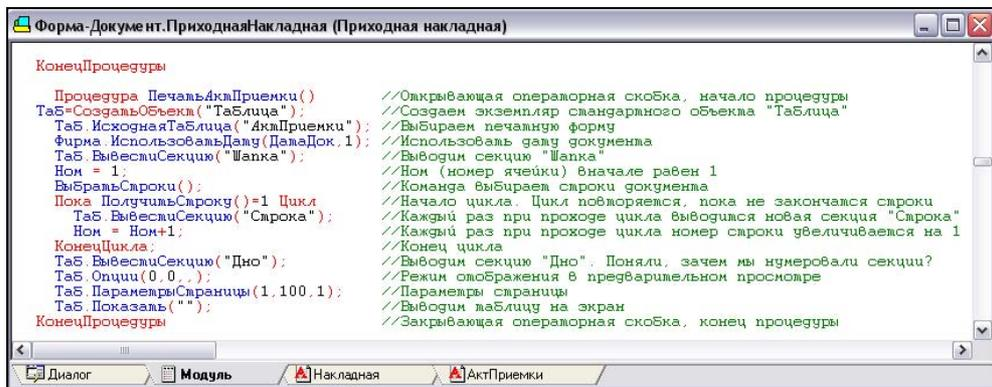

Рис. 5.93. Процедура `ПечатьАктПриемки()` с комментариями
9. Переходим на закладку **Модуль** и после процедуры `Печать()` пишем процедуру `ПечатьАктПриемки()` (рис. 5.93). В самом верху строка `КонецПроцедуры` показывает окончание предшествующей процедуры `Печать()`. Зеленым цветом показаны комментарии — текстовые пояснения, не влияющие на исполняемый код. Все символы в строке после знака `//` являются комментарием.